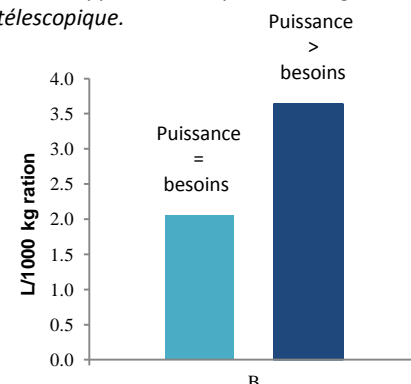

Fig. 2 : Consommation en fonction de l'adéquation de la puissance du tracteur
- ✓ Dans tous les cas un taux de charge du matériel non optimisé conduit à une surconsommation (Fig2).
Figure 2 – La valeur de l'APL reportée sur le graphe à la date d'échantillonnage permet de déterminer si la valeur est conforme (en-dessous de la limite de tolérance) ou pas.